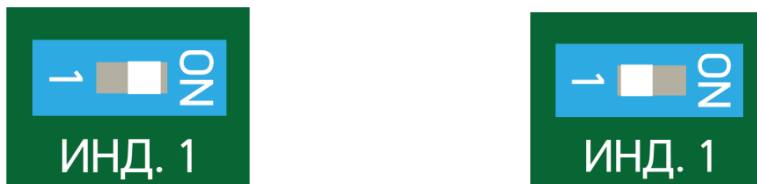

Рисунок 7.6
7.2.4.3 Включение сигнальных светодиодов осуществляют установкой флажка выключателей в правое положение (положение «ON») (рисунок 7.6).